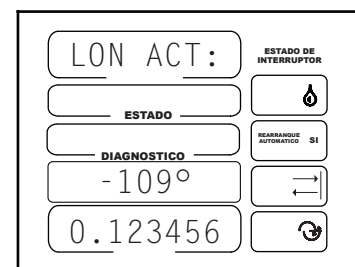

Figura 59-3
1. Deben visualizarse LONGITUD ACTUAL: y las coordenadas de GPS. Vea la Figura 59-3.